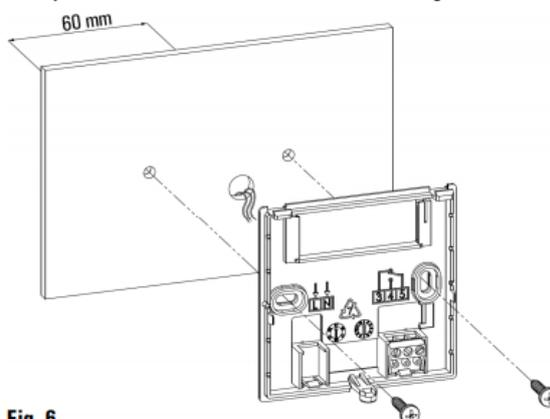

Fig. 6
- 4** Fijar la base directamente a la pared o en una caja de derivación de 2 módulos mediante los orificios de los tornillos con distancia entre ejes de 60 mm prestando atención a pasar los cables en la ranura como indica la Fig. 6.